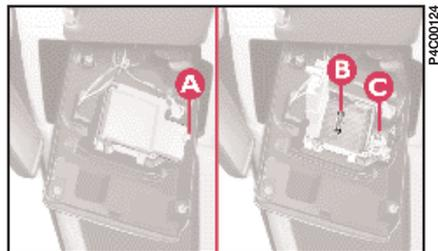

fig. 27
3) Appuyer sur la languette A (fig. 27) pour ouvrir le boîtier des lampes.